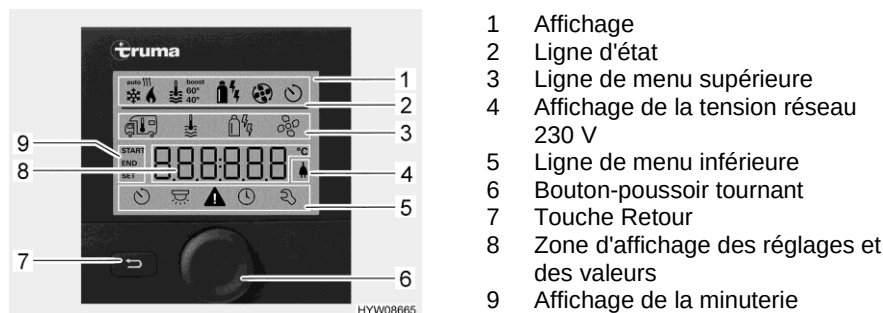
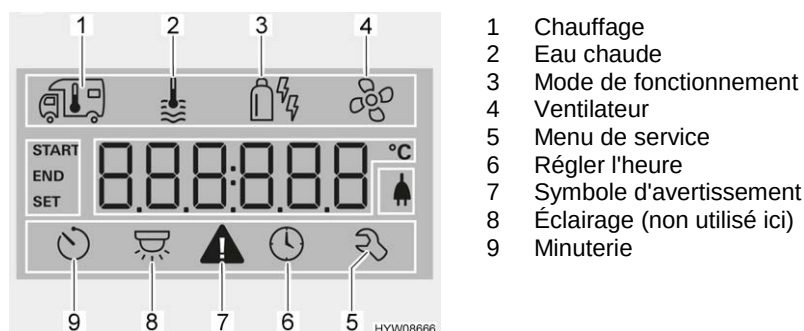

Fig. 151 Unité de commande avec affichages
Fig. 152 Écran (unité de commande)
- Ligne d'état (Fig. 151,2)
- Ligne de menu supérieure (Fig. 151,3)
- Zone d'affichage (Fig. 151,8)
- Ligne de menu inférieure (Fig. 151,5)
- Appuyer sur le bouton-poussoir tournant (Fig. 151,6) pendant env. 3 secondes. Les deux lignes de menu (Fig. 151,3 et Fig. 151,5) sont affichées. Le premier symbole clignote.
- Tourner le bouton-poussoir tournant (Fig. 151,6) jusqu'à ce que le symbole de menu désiré clignote.
- Appuyer sur le bouton-poussoir tournant pour enregistrer la valeur réglée. Si la valeur réglée à l'origine ne doit pas être modifiée : Appuyer sur la touche Retour (Fig. 151,7).
- Tourner le bouton-poussoir tournant (Fig. 151,6) jusqu'à ce que le symbole de menu du chauffage (Fig. 152,1) clignote.
- Appuyer sur le bouton-poussoir tournant pour enregistrer la valeur réglée. Le symbole clignote dans la ligne d'état (Fig. 151,2) jusqu'à ce que la température ambiante réglée soit atteinte. Si la valeur réglée à l'origine ne doit pas être modifiée : Appuyer sur la touche Retour (Fig. 151,7).
- Tourner le bouton-poussoir tournant (Fig. 151,6) jusqu'à ce que le symbole de menu de l'eau chaude (Fig. 152,2) clignote.
- Appuyer sur le bouton-poussoir tournant pour enregistrer la valeur réglée. Le symbole clignote dans la ligne d'état (Fig. 151,2) jusqu'à ce que la température d'eau chaude réglée soit atteinte. Si la valeur réglée à l'origine ne doit pas être modifiée : Appuyer sur la touche Retour (Fig. 151,7).
- Tourner le bouton-poussoir tournant (Fig. 151,6) jusqu'à ce que le symbole de menu de mode de fonctionnement (Fig. 152,3) clignote.
- Appuyer sur le bouton-poussoir tournant pour enregistrer le mode de fonctionnement réglé. Si le réglage d'origine ne doit pas être modifié : Appuyer sur la touche Retour (Fig. 151,7).
- Tourner le bouton-poussoir tournant (Fig. 151,6) jusqu'à ce que le symbole de menu du ventilateur (Fig. 152,4) clignote.
- Tourner le bouton-poussoir tournant (Fig. 151,6) jusqu'à ce que le symbole de menu de la minuterie (Fig. 152,9) clignote.
- Appuyer sur le bouton-poussoir tournant. La minuterie est activée. Le symbole de la minuterie (Fig. 152,9) clignote quand cette dernière est programmée et active.
En cas d'avertissement, le symbole correspondant (Fig. 152,7) clignote. Le chauffage continue de fonctionner. Le symbole d'avertissement s'éteint de lui-même quand il ne s'agit que d'un dérangement passager.